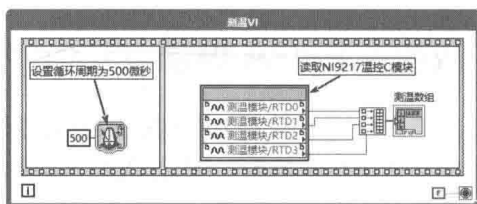

图 17-6 读取温度数据
step 3 如图 17-6 所示，建立 I/O 节点后，选择我们创建的 RTD0~RTD3 这 4 个 I/O 变量，即可直接读入 C 模块采集的结果，或者直接拖动项目中的 IO 节点至程序框图。